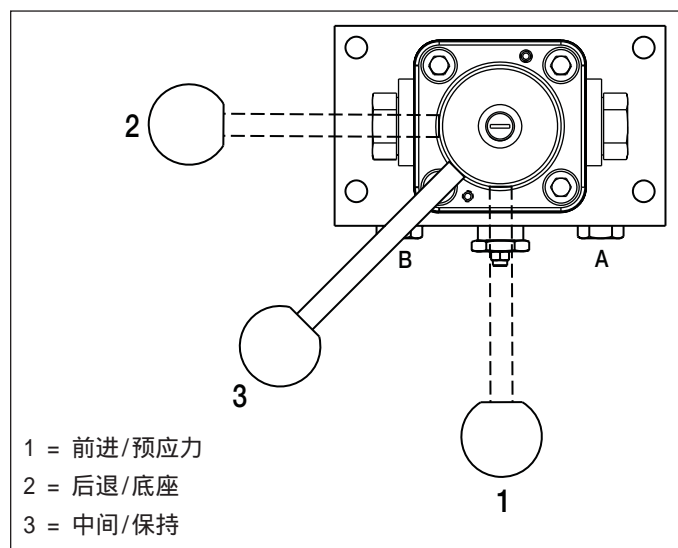

图 10, 阀柄位置
4. 将控制阀柄旋转至中间/保持 (“3”) 位置（关于阀柄位置，请参阅图 10）。
按如下步骤所述设置后退侧限压阀压力。参阅图 10 和 11。
4. 确保控制阀柄位于中间/保持 (“3”) 位置 (关于阀柄位置, 请参阅图 10)。